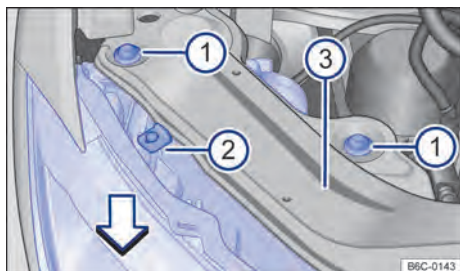

Fig. 164 No compartimento do motor: parafusos de fixação do farol dianteiro.
- Remover os parafusos de fixação → Fig. 164  com o auxílio de uma chave torx.
- Mover o farol para frente, no sentido da seta → Fig. 164, até que os dois cliques da parte inferior desencaixem e possibilite a remoção do farol.
- Recolocar o farol cuidadosamente até que os dois cliques inferiores encaixem e o batente superior → Fig. 164  encoste no suporte do farol .